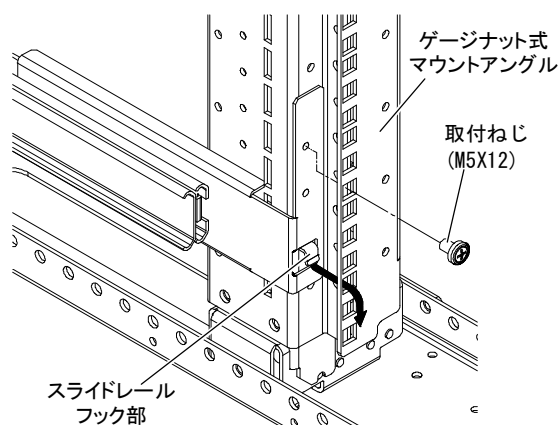

図5 スライドレール取付
- ②前後のゲージナット式マウントアングルの間隔に併せ、スライドレールの長さを調整しながら(調整範囲:700~850mm)スライドレールのフック部を前後左右同じ高さになるように引っ掛けてください。その後、スライドレールの長さ調整用ねじを締め、取付ねじ(M5X12)にて前後を仮固定してください。(図5)